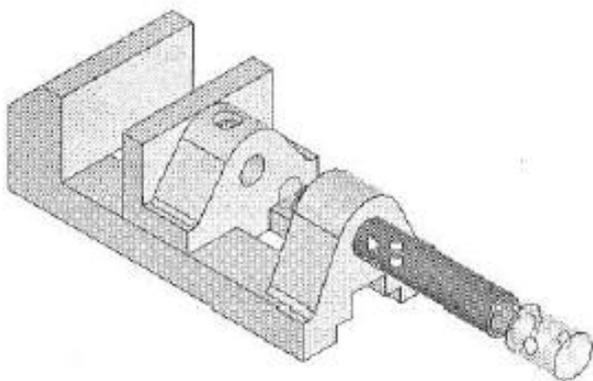

Рис. 5.16 Перетаскивание прижимного винта
6. Удерживая прижимной винт вблизи низшего края, перетащите его в направлении отверстия в основании, как показано на рис. 5.16. При этом на экране будет отображаться предварительный вид прижимного винта, а курсор выделения поменяется на курсор автоматического сопряжения. Рядом с курсором появится символ сопряжения концентричности.